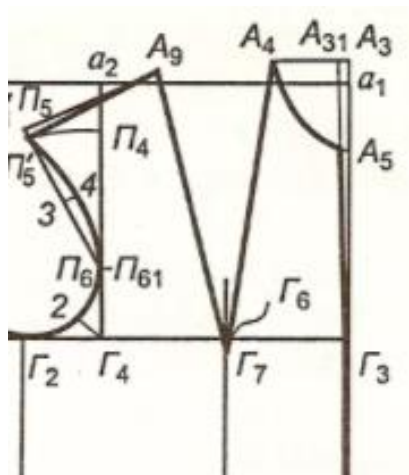

Рис.6.1- Чертёж плечевого среза и проймы полочки.
2. Используя чертёжные принадлежности, выполнить чертёж плечевого среза и проймы полочки, на миллиметровой бумаге (рис.6.1).